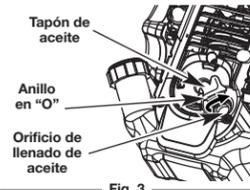

Fig. 3
- Saque el tapón de aceite/ varilla de medición del cigüeñal (Fig. 3).